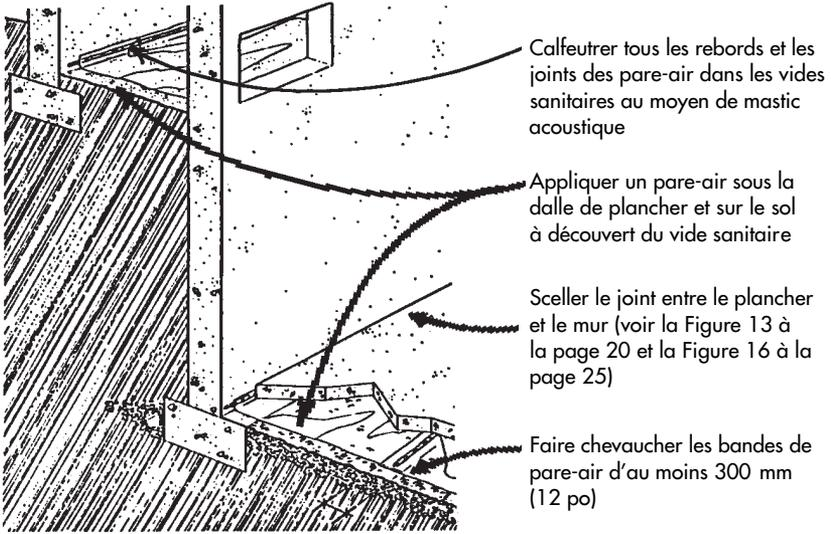

Figure 17. Pare-air de polyéthylène pour vide sanitaire et dalle de plancher de sous-sol
- **Sol à découvert.** On peut recouvrir le sol à découvert du vide sanitaire d'une membrane dont les joints et les rebords auront été hermétiquement scellés (voir la **Figure 17, page 26**). Si la dalle de plancher du sous-sol n'est pas continue (p. ex. lorsqu'il y a une chambre froide), on doit recouvrir le sol à découvert de béton coulé.
- Installer une membrane d'au moins 0,15 mm (0,006 po) en polyéthylène sous la dalle du plancher du sous-sol ou sur le sol à découvert des vides sanitaires (voir la **Figure 17** à la page 26). Les joints de la membrane doivent se chevaucher sur au moins 300 mm (12 po). Dans les vides sanitaires, on doit sceller les joints et les rebords avec un mastic acoustique. Privilégier les produits plus résistants que le polyéthylène ordinaire, comme le polyéthylène stratifié croisé.